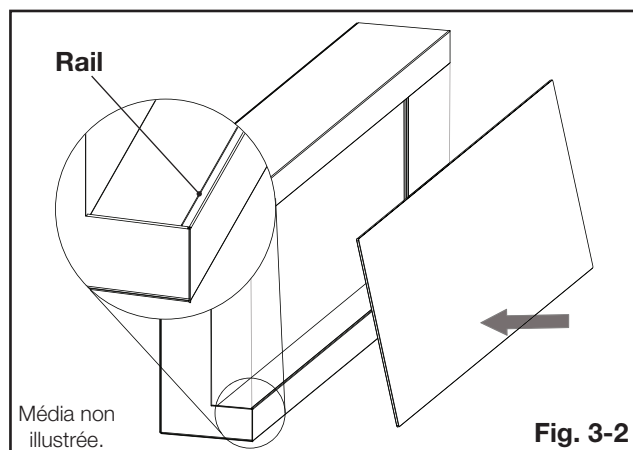

Fig. 3-2
2. Placez la vitre avant dans le rail situé à l'intérieur du foyer (**Fig. 3-2**).